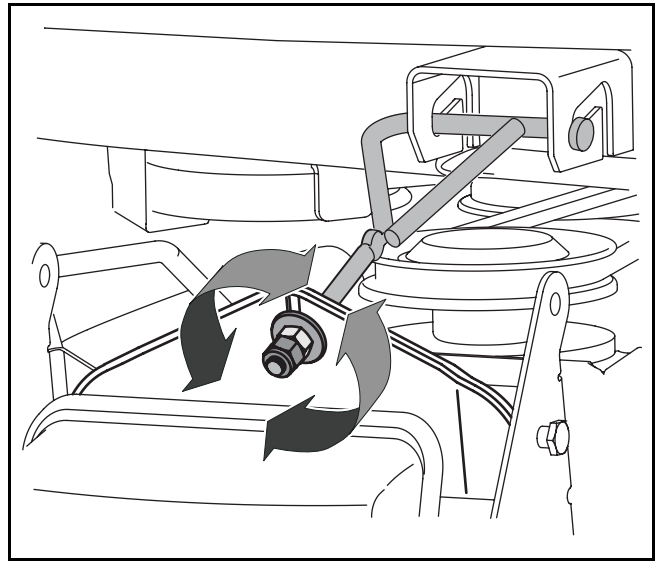

Figure 13
6. Serrez les écrous de blocage à six pans internes contre le crochet de suspension avant pour relever l'avant du plateau de coupe; desserrez ces écrous à six pans pour abaisser l'avant du plateau de coupe. Voir la Figure 13.